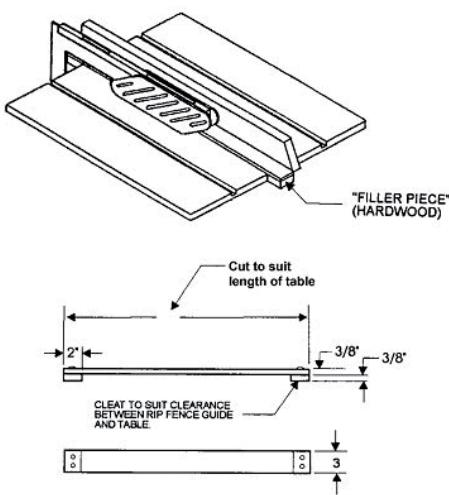

Рис. 38. Прокладка
- Прокладка (рис. 38) необхідна для по-здовжнього розпилу вузьких деталей.